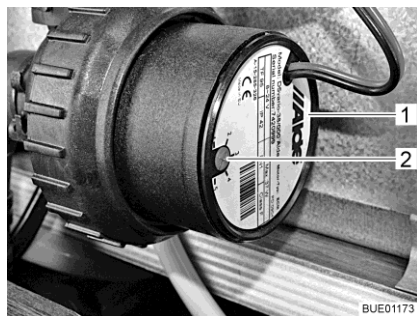

Fig. 212 Riduzione del numero di giri
Con il pomello girevole (Fig. 212,2) è possibile impostare il numero di giri della pompa di circolazione. A un numero di giri ridotto i rumori prodotti dal funzionamento della pompa si riducono.
Il pomello girevole si trova sulla pompa di circolazione (Fig. 212,1).
- Ruotare il pomello girevole (Fig. 212,2) in senso antiorario. La potenza diminuisce.